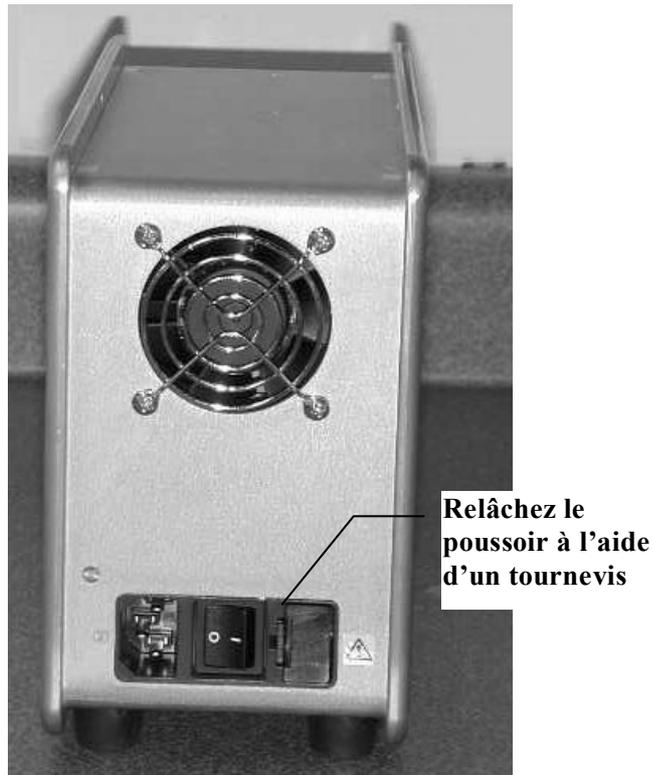

Figure 4.1 Ouverture du poussoir du porte-fusible
- 4.2.3 Retirez le poussoir du tiroir du porte-fusible en insérant l'extrémité d'un tournevis à lame plate dans la détente comme indiqué Figure 4.1. Retirez le tiroir du porte-fusible jusqu'à ce qu'il soit bloqué en position ouverte et que le fusible soit accessible.